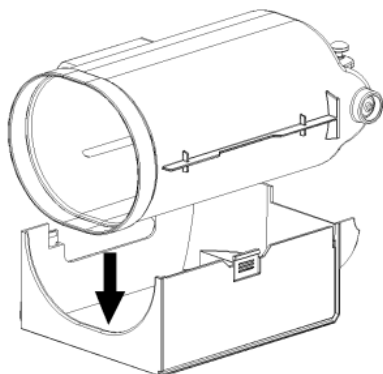
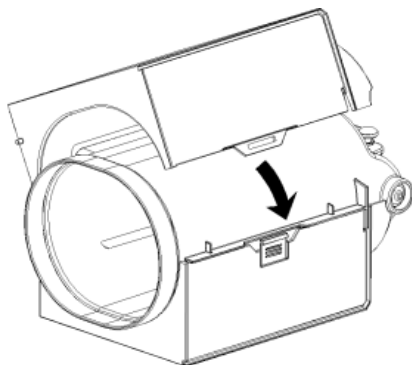

Fig.12
Fig.13
1. Placér det højre dæksel til påfyldningsbeholderen på en plan overflade, placér påfyldningsbeholderen i dækslet (som vist i fig. 12), og flugt og fastgør derefter det venstre dæksel til påfyldningsbeholderen på påfyldningsbeholderen (som vist i fig. 13).